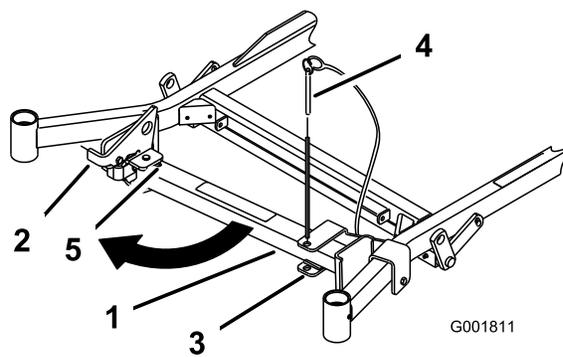
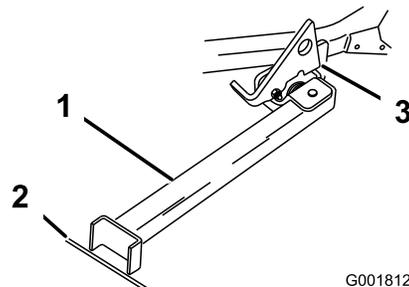

Figure 35
Figure 36
2. Retirez la goupille du support (Figure 35).
3. Soulevez le verrou. Dépliez le pied du support et poussez le support vers la machine dans la base de la fente (Figure 35 et Figure 36).
6. Posez le pied du support sur le sol et appuyez le verrou sur la languette de pivot (Figure 36).
Remarque: Pour obtenir de meilleurs résultats, placez le pied du support dans des fissures du trottoir ou du gazon (Figure 36).
8. Montez la machine sur le support. Arrêtez-vous quand le verrou retombe sur la languette en position verrouillée (Figure 36). Une fois la machine en place sur le support, serrez le frein de stationnement et coupez le moteur.
7. Ramenez le support à sa position de repos (Figure 35).